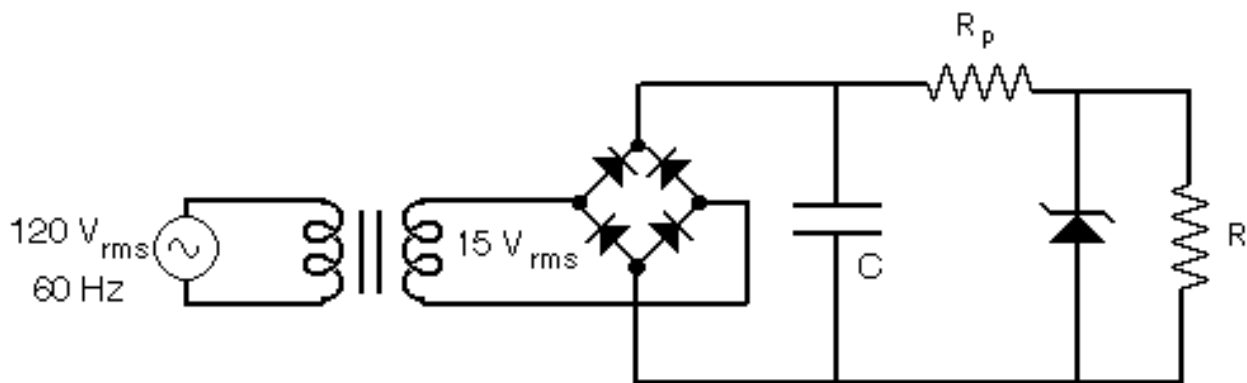

Figura 6.4: Fuente regulada: Circuito rectificador de onda completa con filtro capacitivo y regulador básico con diodo zener
5.- En el circuito de la Figura 6.4, la fuente DC con regulador zener:
8.- Monte el circuito de la Figura 6.4 y observe en la pantalla del osciloscopio en forma simultánea los siguientes pares de formas de onda: El voltaje junto con la corriente en el secundario del transformador, el voltaje en uno de los diodos junto con la corriente en el transformador y el voltaje en el condensador junto con el voltaje en la resistencia de carga. Para los dos primeros pares de curvas debe incluir una resistencia de prueba de bajo valor nominal, como se indica en la Figura 6.3. Observe también en la pantalla del osciloscopio la forma de onda del voltaje en el primario del transformador y el voltaje de salida a plena carga y sin carga. Haga los diagramas correspondientes en papel milimetrado, identificando las amplitudes y los períodos de tiempo de interés en las curvas dibujadas.